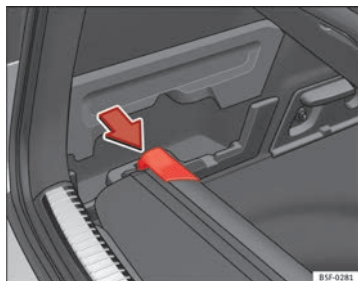

Fig. 97 No porta-bagagens: alojamento para guardar a chapeleira.
- Pressione a cabeça da chapeleira no sentido da seta até a encaixar no alojamento previsto para essa utilização ⇒ Fig. 97.